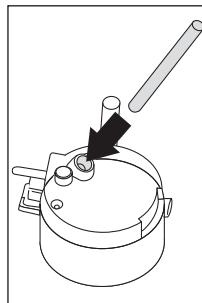

Fig. 31
- Certifique-se de que o tubo de entrada está corretamente introduzido na anilha de borracha (Fig. 31) em seguida, volte a colocar a tampa do recipiente para leite.